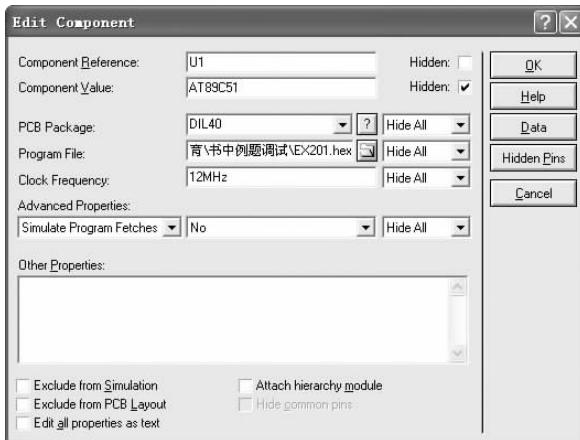

图 2-47 添加程序文件
(2)装载源程序到芯片中。双击“AT89C51”，出现如图 2-47 所示的对话框。单击 Program Files 文本框右侧工具按钮 ，出现文件浏览对话框，找到“EX201. hex”文件，单击“确定”按钮，完成添加。在 Clock Frequency 文本框中把频率改为 8 MHz，单击 OK 按钮退出。